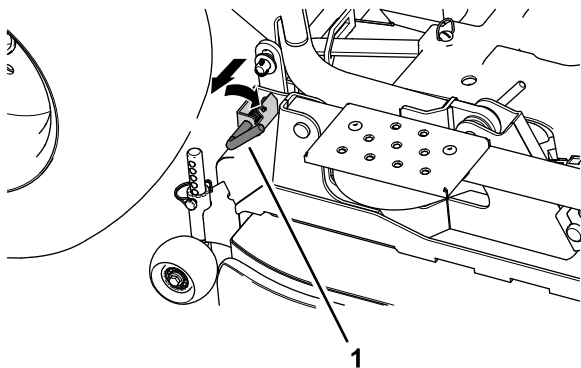

Bild 113
3. Ziehen Sie an den hinteren Steckstifte und drehen sie an beiden Seiten des Mähwerks, bevor Sie das Mähwerk absenken (Bild 113).
13. Drehen Sie die hinteren Steckstifte, um die hinteren Hublenker des Mähwerks zu aktivieren, siehe Bild 113 in Entfernen des Mähwerks \(Seite 79\).